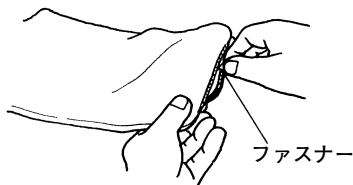

図 28
- (1) 止め金をつまんでダストバッグのさし込み口を広げ、本体から引き抜きます。
- (2) ファスナーを開き、切りくずを捨てます。(図28)